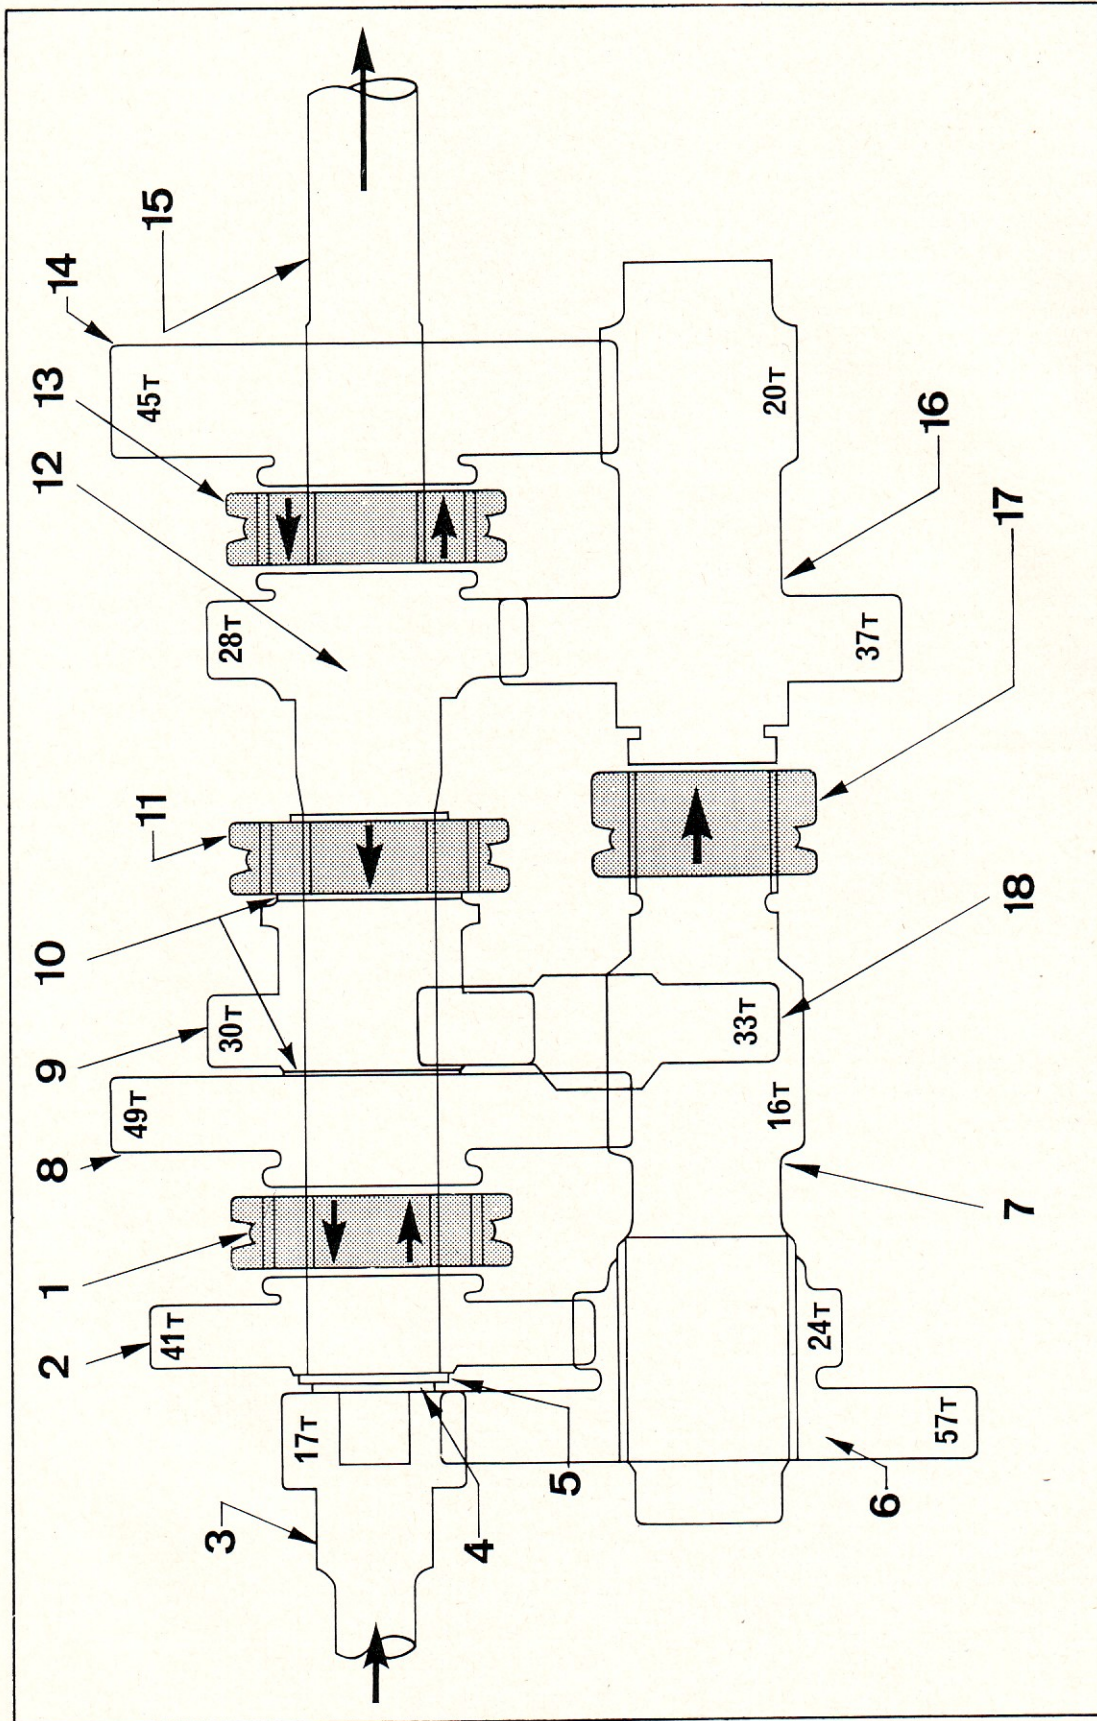

Figure 31: Schéma d'identification des pignons
7. Presser la cuvette extérieure de roulement pilote d'arbre de sortie sur l'arrière de l'arbre principal à l'aide des outils No. 1002 et 630-8 (fig. 31).
1. Passer l'arbre principal à travers le compartiment arrière en assemblant les pignons sur l'arbre dans l'ordre suivant (fig. 31):